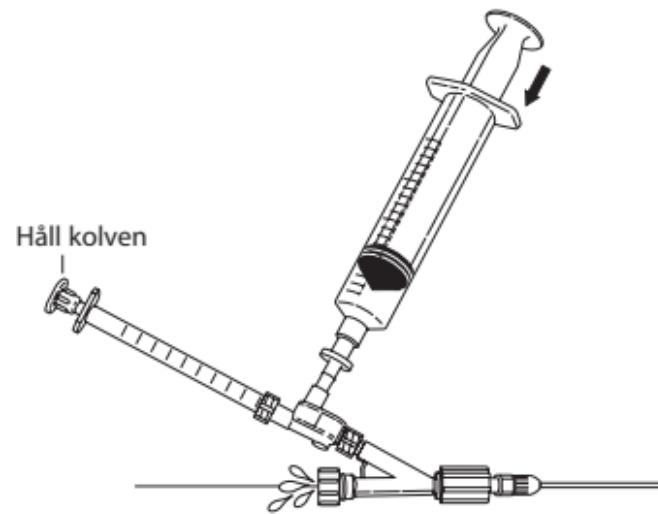

Fig. 6
8. Töm 20 mL-sprutan på återstående luftbubblor genom att hålla kolven på 1 mL-sprutan stilla, och långsamt trycka ned 20 mL-sprutan för att tvinga ut alla återstående luftbubblor. När systemet väl har tömts på all luft, dra åt Tuohy-Borst-ventilen runt spetstillslutaren. (**Fig. 6**)